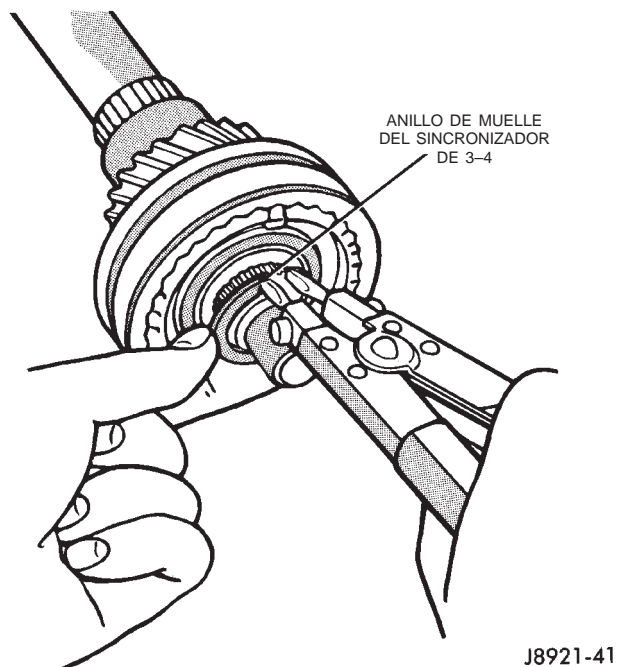

Fig. 106 Desmontaje del anillo de muelle del sincronizador 3-4
(10) Retire el anillo de muelle de ajuste selectivo que fija el sincronizador 3-4 al eje transmisor (Fig. 106).